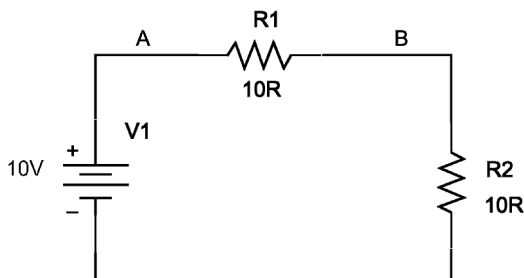

图 8.5 缺少 0V 节点
1. 绘制如图 8.5 所示的电路图，然后通过选择 **PSpice > New Simulation Profile** 创建偏置点分析文件。在 **Analysis** 分析类型中选择 **Bias Point** 工作点分析，然后单击 OK 按钮对仿真设置进行确定。